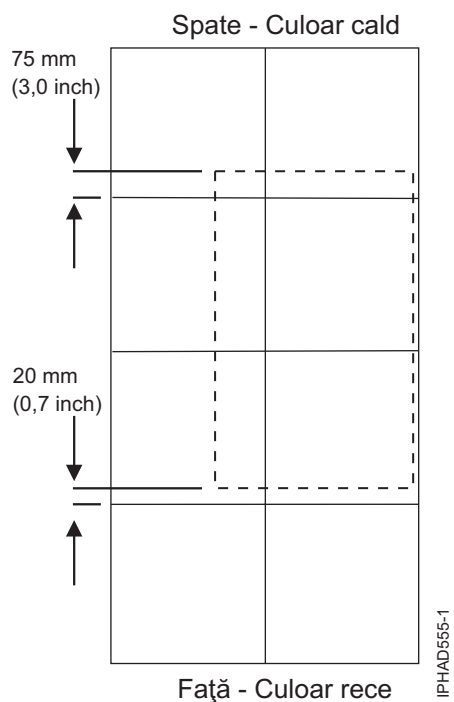
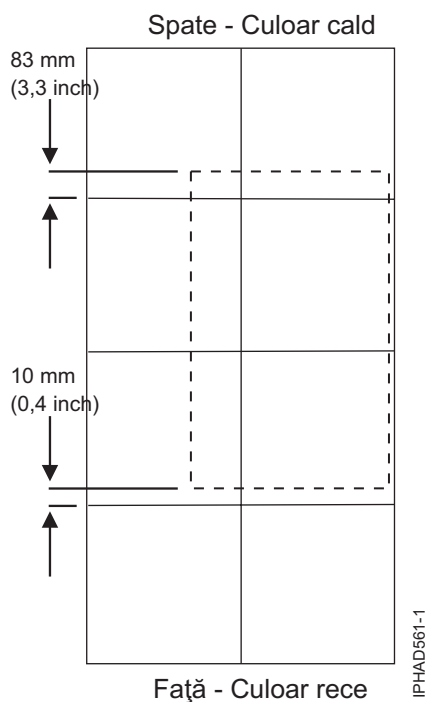

Figura 59. Amplasarea dulapului pentru plăci de 610 mm (24 inch)
Figura 65. Amplasarea dulapului pentru plăci de 600 mm (23,6 inch)
3. Figurile Figura 59 la pagina 112 și Figura 65 la pagina 118 au ca scop doar prezentarea pozițiilor relative și a dimensiunilor precise ale decupărilor din podea. Nu s-a intenționat ca figurile să fie un șablon de mașină, așa că nu sunt desenate la scară.